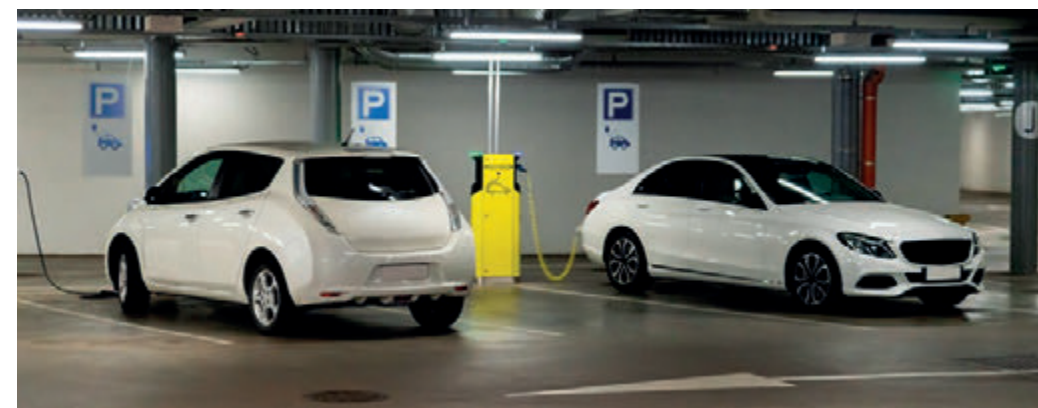

Fig. 18.5. Electromobilele nu se deosebesc cu nimic la exterior de «frații săi cu benzină»
- crearea electromobilelor curate din punct de vedere ecologic (fig. 18.5). Electromobilele practic nu poluează mediul înconjurător: în ele se utilizează motorul electric, care se alimentează de la acumuloare;